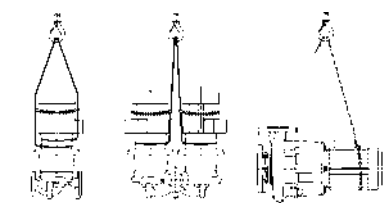

Fig. 7: A szivattyú szállítása
- A motoron lévő szállítógyűrűk csak a teheremelés alatti irányításra szolgálnak (Fig. 7).